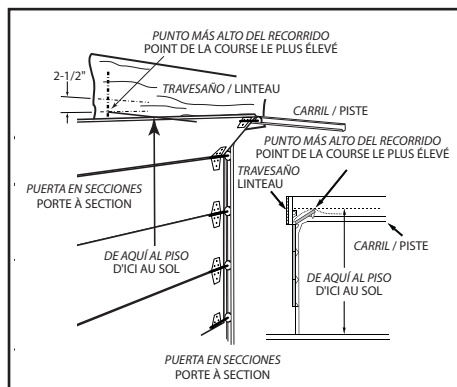

FIG. 2-2 **Encontrando el punto más alto del recorrido.**
- Levante la puerta del garaje hasta que el borde superior alcance la altura máxima (Fig. 2-2).
- Con la puerta en el punto más alto. Mida la altura del borde superior de la puerta al piso (Fig. 2-2).
- Lever la porte du garage jusqu'à ce que le bord supérieur atteigne sa hauteur maximum (Fig. 2-2).
- Avec la porte au point le plus haut. Mesurer la hauteur du bord supérieur de la porte au sol (Fig. 2-2).